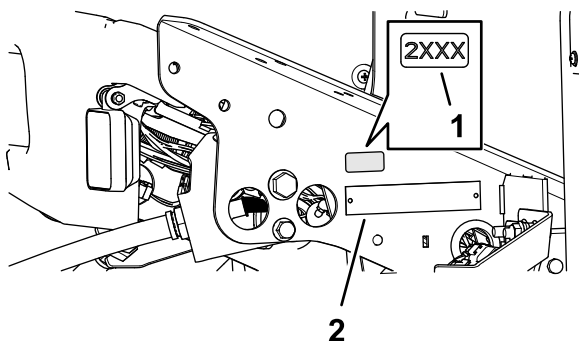

Figura 7
1. Utilice alcohol y un trapo limpio para limpiar la zona del soporte del suelo junto a la placa del número de serie, y deje que el soporte se seque (Figura 7).